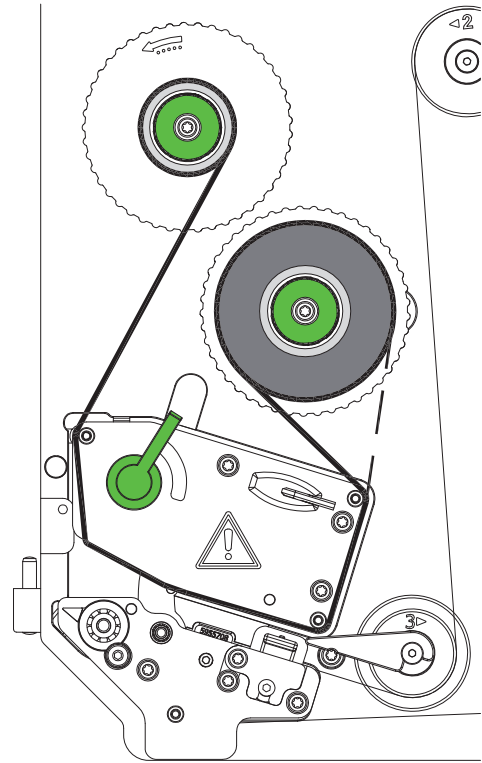

Figure 16 Passage du ruban transfert
2. Tourner le levier (6) dans le sens inverse des aiguilles d'une montre pour soulever la tête d'impression.
3. Pousser le rouleau de ruban transfert (3) jusqu'à la butée sur le dérouleur (4) afin que le côté encre du ruban ne soit pas en contact direct avec la tête d'impression.
4. Maintenir le dérouleur (4) et tourner le bouton de réglage (5) dans le sens inverse des aiguilles d'une montre jusqu'à ce que le rouleau soit fixé.
5. Pousser un mandrin (1) approprié sur l'enrouleur de ruban transfert (2) et le fixer de la même manière.
6. Guider le ruban transfert à travers le mécanisme d'impression comme décrit dans la Figure 16.
7. Fixer le début de ruban transfert avec une bande adhésive sur le mandrin (1). Respecter le sens de rotation de l'enrouleur de ruban transfert, à l'inverse des aiguilles d'une montre.
8. Tourner l'enrouleur (2) dans le sens inverse des aiguilles d'une montre pour lisser le ruban transfert.
9. Tourner le levier (6) dans le sens des aiguilles d'une montre pour verrouiller la tête d'impression.